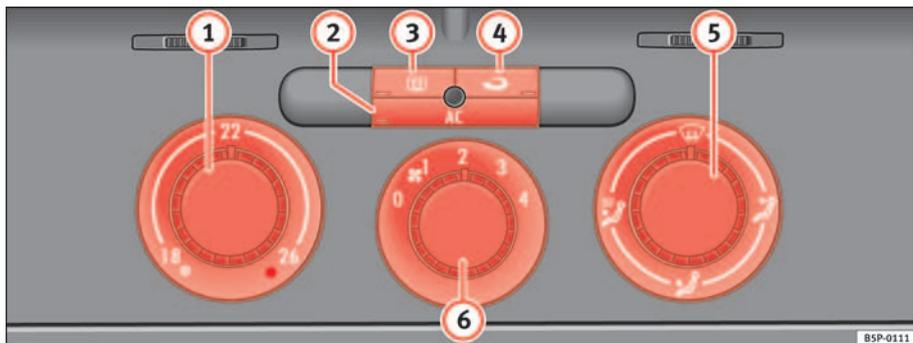

Fig. 124 Mandos del Climatic en el tablero de instrumentos
- Gire el regulador de la temperatura ⇒ fig. 124 ① hacia la derecha hasta alcanzar el grado de calefacción deseado.